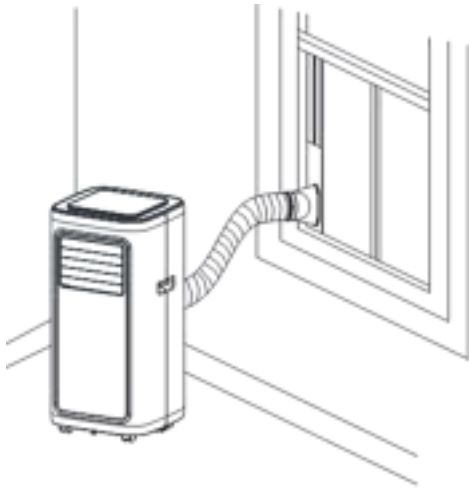
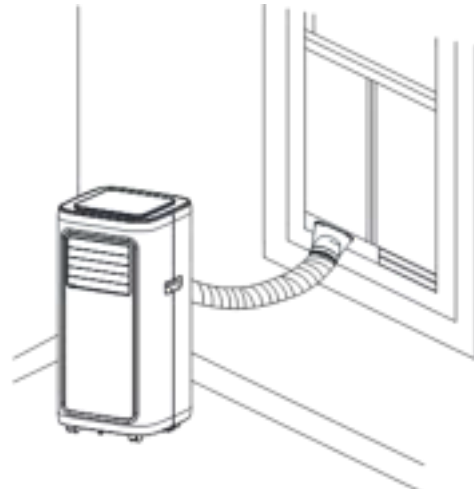

Abbildung 5
Abbildung 6
- 4.2. Ziehen Sie das Auspuffrohr heraus und lassen Sie das flache Ende des Auspuffrohrs in das Loch der Fensterdichtung Platte einrasten (wie in Abbildung 5 und Abbildung 6 dargestellt).